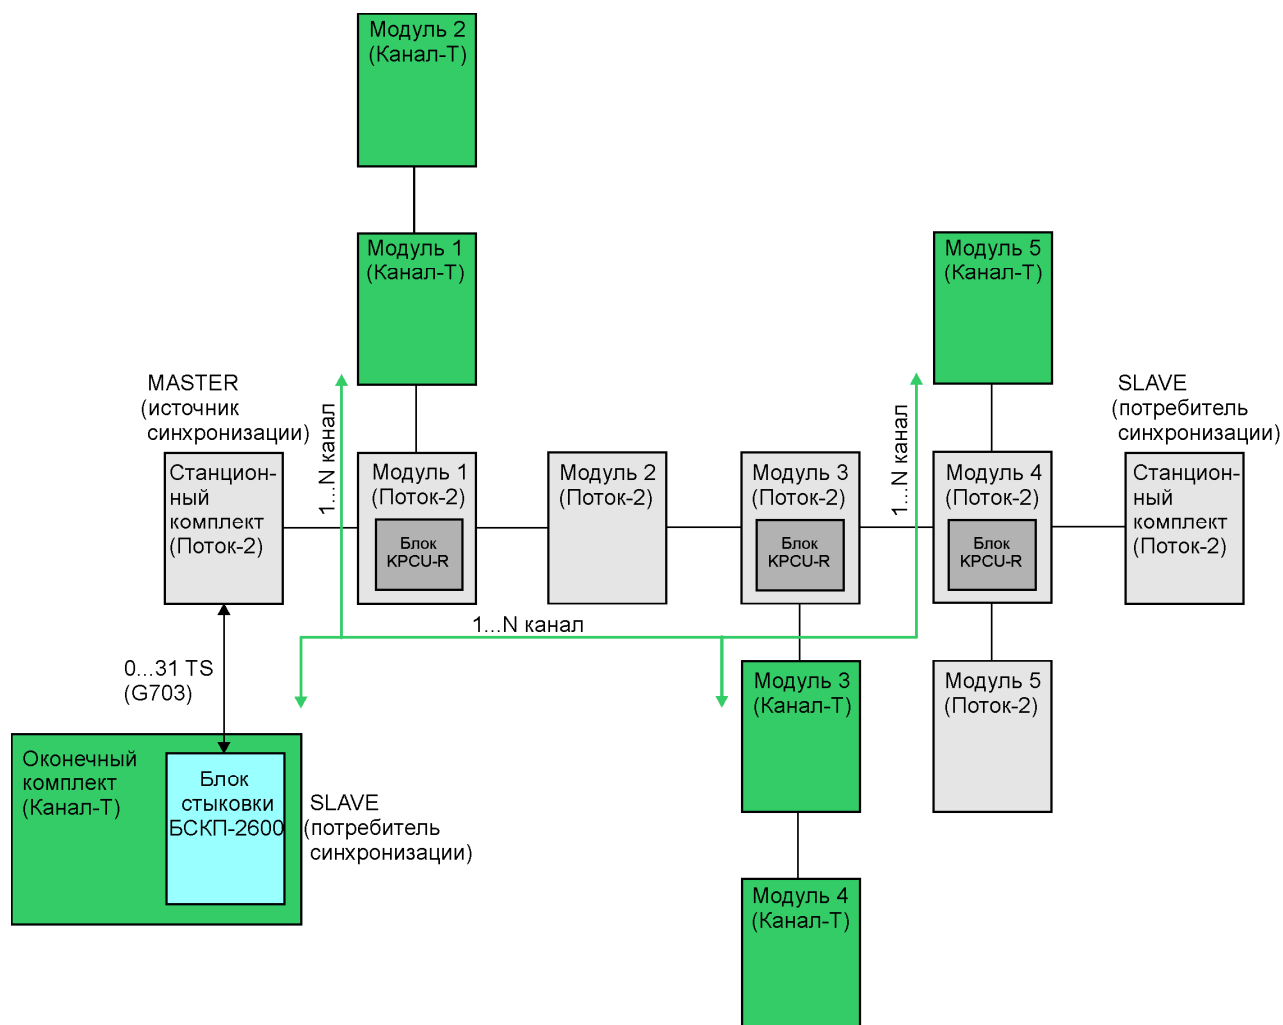

Рисунок 6 - Схема соединения комплексов аппаратуры «Канал-Т» и «Поток-2» (вариант 1)
5.2.7 Ниже приводится описание для варианта 1 – схемы соединения комплексов аппаратуры «Канал-Т» и «Поток-2» (см. рисунок 6).
Для организации транзита каналов аппаратуры «Канал-Т» на базе комплекса аппаратуры «Поток-2» необходимо соответствующим образом настроить таблицы коммутации цифровых кросс-коннекторов DXС-R, входящих в состав модулей регенерационных 1 - 4 «Поток-2» (см. рисунок 6).
5.3.4 В каждый модуль 1, 3, 4 «Поток-2» (см. рисунок 6) необходимо установить блок стыковки KPCU-R.
5.3.5 В модулях 1, 3 «Поток-2» (см. рисунок 6) настроить таблицу коммутации DXS-R нужно следующим образом:
В модулях 1, 3, 4 «Поток-2» (см. рисунок 6) на модеме SHDSL-QS-R, установленного в позицию «MOD3» (COT2), должны быть установлены вставки типа «D» - линейный режим СПП.
На модулях 1, 3 «Поток-2» (см. рисунок 6) для модема SHDSL-QS-R, установленного в позицию «MOD3» (COT2), конфигурация должна быть следующая:
5.4.3 На модуле 4 «Поток-2» (см. рисунок 6) для модема SHDSL-QS-R, установленного в позицию «MOD3» (COT2), конфигурация должна быть следующей: